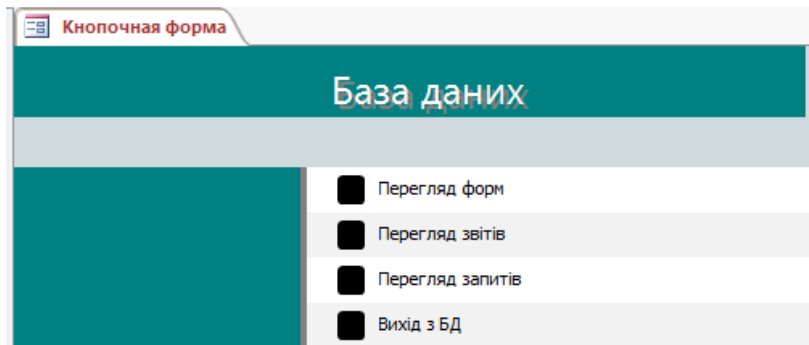

Рис. 47. Головна кнопочка форма
34. На панелі навігації двічі клацніть клавішею миші на формі Кнопочная форма та перегляньте готову кнопочку форму (рис. 47).